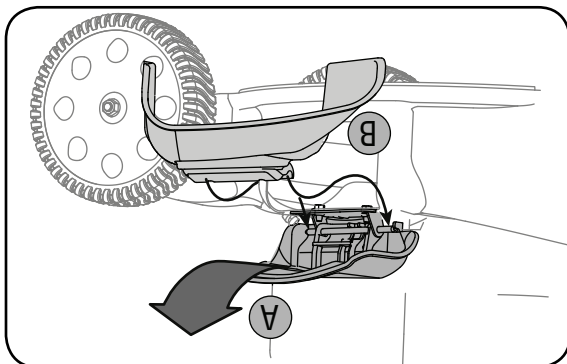

Figure 3-7
- Relevez le clapet d'éjection arrière de la tondeuse et placez le sac à herbe sur la tige de pivotement. Lâchez le clapet pour qu'il repose sur le sac à herbe. Voir la Figure 3-7.
- Relevez le clapet d'éjection arrière de la tondeuse, comme à la Figure 3-7. Relevez le sac à herbe et dégagez-le de la tige de pivotement. Lâchez le clapet d'éjection arrière pour fermer l'ouverture sur l'arrière de la tondeuse.